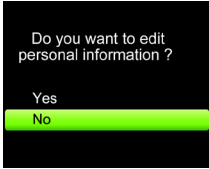
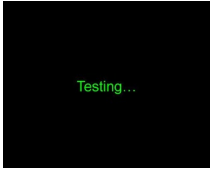
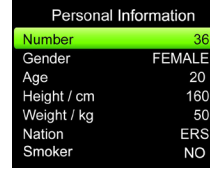

Figure 2 Interface sélective
Figure 3 Tests
Figure 9 Interface « Personal information » (Informations personnelles)
- (1) Le programme du dispositif médical se trouve dans (Selective interface) (Interface sélective) après la mise sous tension comme indiqué à la Fig. 2, appuyez sur la touche « Up » (Haut) ou « Down » (Bas) pour sélectionner « No », puis appuyez sur la touche « Confirm » (Confirmer) afin d'accéder à l'interface (Testing) (Test) comme indiqué à la Fig. 3. (Remarque : Si vous sélectionnez « Yes », le programme accèdera à l'interface (Personal information) (Informations personnelles) pour éditer ces informations et après la sortie, il reviendra à l'interface (Testing) (Test)
Dans l'interface (Menu), sélectionnez « Personal information » (Informations personnelles) pour accéder à cette interface comme illustré dans la Fig.9. Dans cette interface, l'utilisateur peut modifier les informations relatives au patient (**Remarque :** Sous (Selective interface) comme le montre la Fig. 2, si vous sélectionnez « Yes », vous pouvez également entrer dans l'interface (Personal information)).